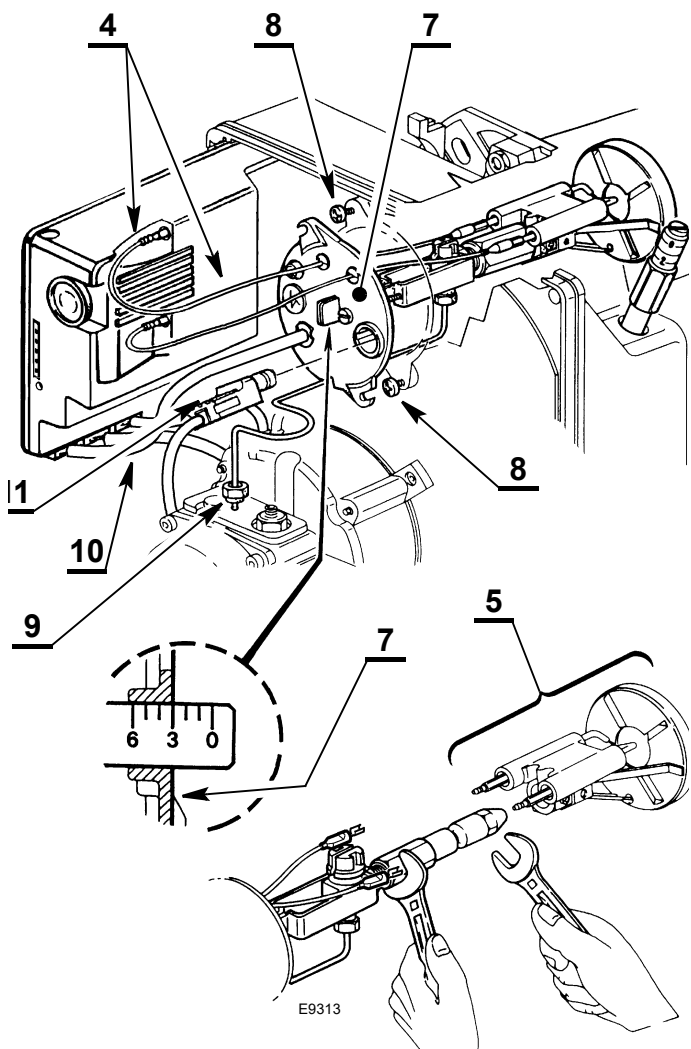

Abb. 11
1. Art (Abb. 11):
- Die Kabel 4)(Abb. 11) vom Steuergerät und dem Flammendetektor 11) abziehen und die Mutter 9) von der Pumpe abschrauben.
2. Art (Abb. 11):